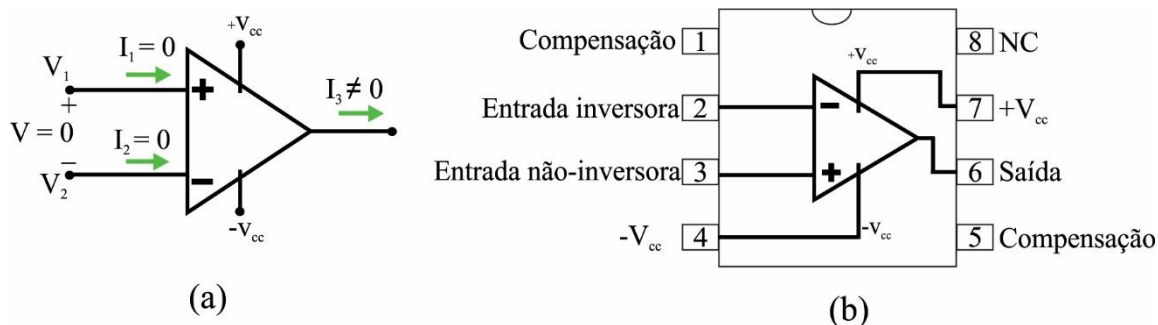

Figura 1 - (a) Modelo do amplificador operacional ideal. (b) Encapsulamento DIP (dual in-line package) de oito pinos de um LM741.
- O modelo ideal de um Amplificador Operacional (amp-op) é mostrado na Figura 1(a) e possui duas características importantes: a corrente nos dois terminais de entrada é nula ($i_1 = i_2 = 0$), mas a corrente no terminal de saída é diferente de zero ($i_3 \neq 0$) e a diferença de potencial entre os terminais de entrada é zero ($v_1 - v_2 = 0$). A Figura 1(b) apresenta o esquema de um Amplificador Operacional LM741.